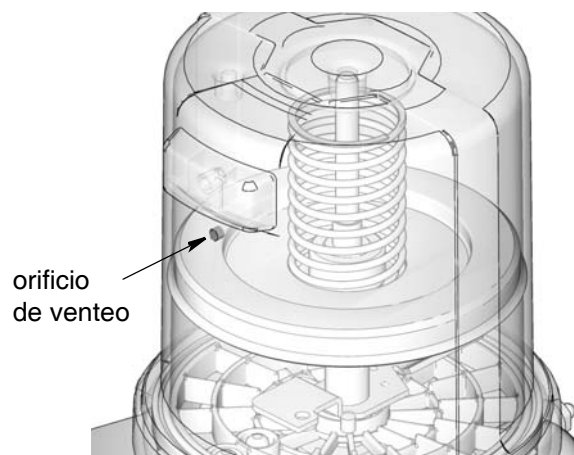

FIG. 18
3. Llene el depósito con grasa hasta que el sello del plato seguidor sobrepase el orificio de venteo (FIG. 18) y se haya expulsado la mayor parte de aire del depósito.